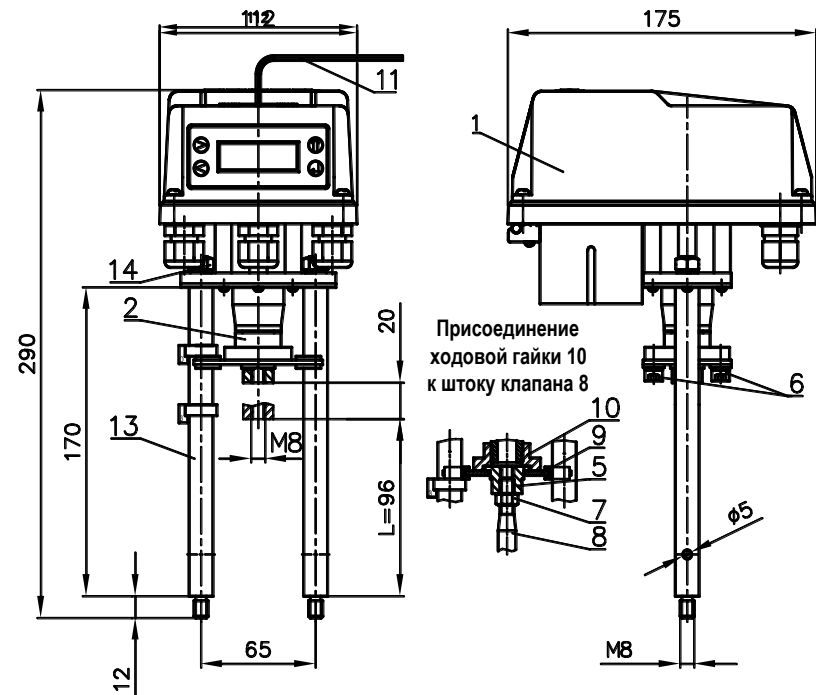

Рисунок 1 - ВЭП-221МВ
- электропривод (рисунок 1 – позиция 1);
- винтовая передача (рисунок 1 – позиция 2).